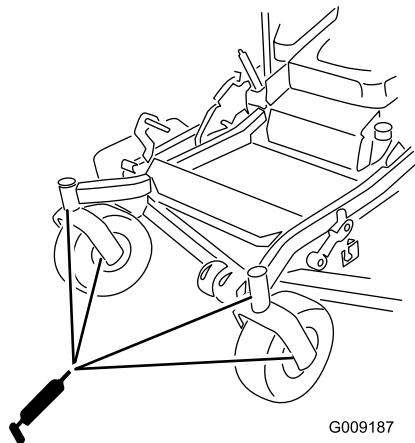

Figura 40
- Togliete il raccordo d'ingrassaggio dal foro. Montate il tappo esagonale e lo scodellino parapolvere (Figura 40).